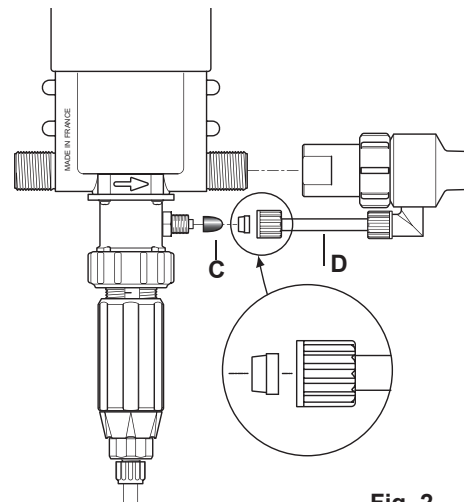

Fig. 2
Per i modelli Iniezione Esterna (IE) che permettono di lavorare con certi concentrati corrosivi, il Dosatron è anche consegnato con un sottoinsieme iniezione esterna (Fig. 2-D).
ATTENZIONE ! - Lasciare la succhieruola a circa 10 cm dal fondo del serbatoio di soluzione per evitare di aspirare le particelle insolubili che possono danneggiare il corpo dosatore (Fig. 2).